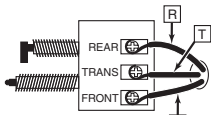
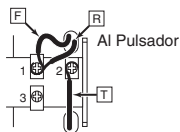

Figura 4 - Timbre Viejo
Figura 5
CIERRE LA CORRIENTE DE LA CASA. Etiquete y marque los cables del timbre viejo, como se demuestra en la Figura 4. Saque el timbre viejo. En el transformador quite los dos o tres cables de bajo voltaje de las terminales de entrada, júntelos y asegúrelos con un conector de alambre. Abra la corriente eléctrica de su casa. Situe el nuevo timbre a pilas en el lugar del timbre viejo, y conecte los cables como sigue: F al terminal de timbre #1, R al terminal del timbre #1 (NOTA: La puerta del frente y la de atrás sonarán el tono de dos notas (Tilín-Talán) cuando se active cualquier botón.), T al terminal del timbre #2. NOTA: No efectúe ninguna conexión al terminal #3 (ver Figura 5). Capacidad (4) "C" pilas, observen que en la base aparecen marcados los signos + ó -. Las pilas alcalinas